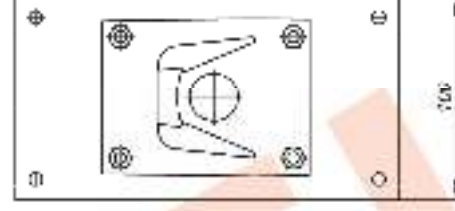

Рис.3 Монтаж фронтальной (С-1) на опору (структур или квадратную)
1. Кронштейн KC-1 для крепления IP-видеокамеры ТВК-95 IP на опоры $\varnothing; \square = 115 \times 135 \text{ мм}$ (другой размер – под заказ). Монтаж кронштейна см. рис.3;